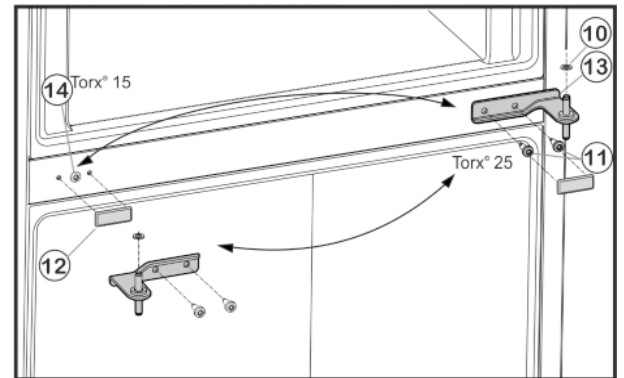

Fig. 5
- ▶ Desserrer les vis de fixation Fig. 5 (11) (2 fois Torx® 25) et retirer le support de palier du milieu de la porte inférieure.
- ▶ Retirer la rondelle en plastique Fig. 5 (10).
- ▶ Retirer le cache Fig. 5 (12) avec précaution.
- ▶ Dévisser la vis de fixation Fig. 5 (14) (1 Torx® 15) et la replacer du côté opposé.
- ▶ Replacer le cache Fig. 5 (12) du côté opposé.
- ▶ Remettre en place le support de palier du milieu Fig. 5 (13) à 180° dans la porte inférieure et la visser solidement à l'aide des vis de fixation Fig. 5 (11) (2 fois Torx® 25) sur le nouveau côté de la charnière (**avec 4 Nm**).
- ▶ Remettre en place la rondelle de plastique Fig. 5 (10).
- ▶ Mettre en place la porte supérieure sur le support de palier Fig. 5 (13).